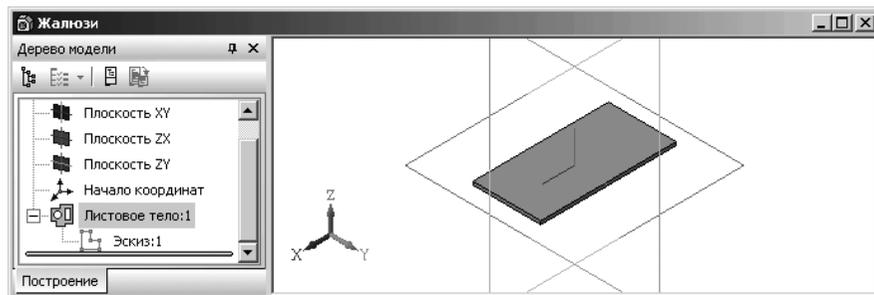

Рис. 7.81. Исходная листовая деталь для создания жалюзи
- *Четвертый этап – построение листового тела (см. параграф 7.15.1 аналогичный пункт).* Исходная листовая деталь для создания жалюзи показана на рис. 7.81.